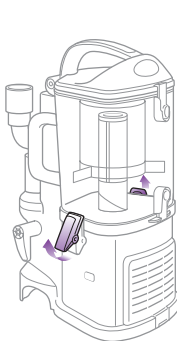

Fig. 17
- 1 Défaire les taquets sur les côtés du récipient à poussière en les soulevant vers le haut et l'extérieur pour retirer le récipient à poussière de la base du moteur. (Fig. 17)